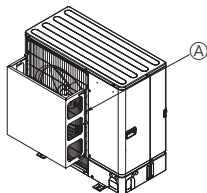
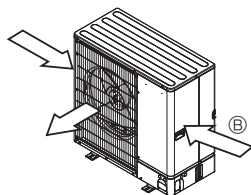

Fig. 2-5
Fig. 2-6
- ② U míst, kde může silný vítr (tajfun atp.) vstupovat přímo do výstupu vzduchu, namontujte volitelné vedení vzduchu. (Fig. 2-5)
- ③ Vedení výstupu vzduchu
- ③ Pokud je to možné, umístěte jednotku tak, aby se výstup vzduchu nacházel v pravém úhlu směrem k obvyklému směru větru. (Fig. 2-6)
- ④ Směr větru